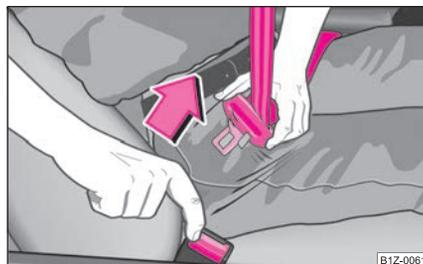

Abb. 110 Lösen der
- Drücken Sie die rote Taste im Gurtschloß ⇒ Abb. 110. Die Schloßzunge springt durch Federdruck heraus.